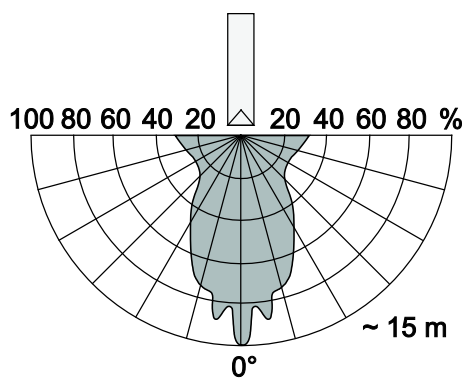

Bild 4: IR-mottagningsområde
| IR-mottagningsområde | ca 15 m (0°-linje); se Bild 4 |
För en felfri funktion (hållande av mottagningsegenskaperna, se Bild 4) får ljusstyrkan på inbyggnadsstället inte överskrida 200 Lux.
2. Beakta "IR-mottagningsområdet" vid adresseringen, se Bild 4.